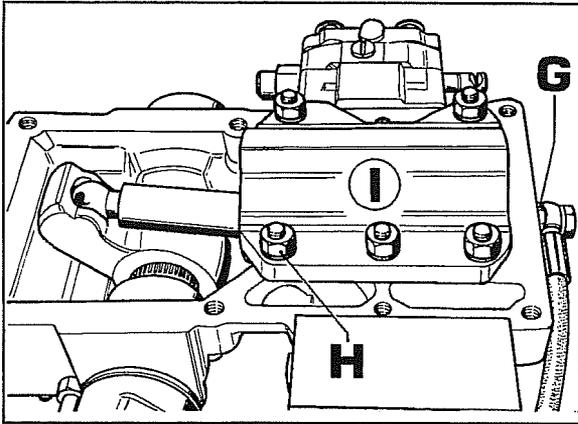

Abb. 30
- f. Das Gehäuse des Krafthebers entfernen und es wie in Abb. 30 gezeigt auf eine Arbeitsfläche legen.
g. Den Anschlußstutzen **G** Abb. 30 abnehmen und dann die Schrauben **H** losschrauben und den Zylinder **I** entfernen.